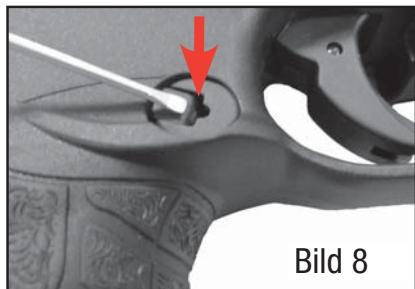

Bild 8
- Drücken Sie die flache Seite des Inbusschlüssels (Art. Nr. 416.70.04.3) in die Öffnung des Gegenlagers (Bild 8).